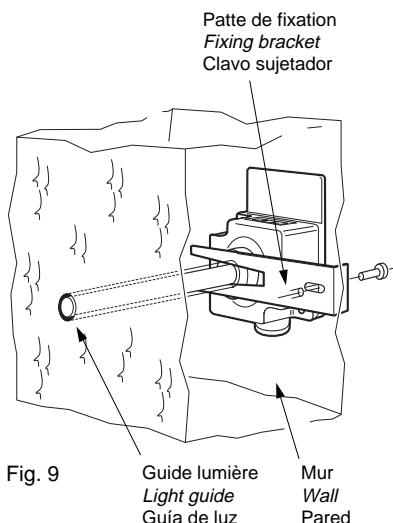

Fig. 9
□ soit un boîtier antivandalisme (fig. 9).